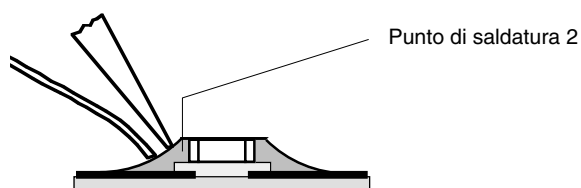

Fig. 5
5. Saldare una superficie di contatto libera e, dopo che questa si è raffreddata, saldare nuovamente la superficie opposta (Fig. 5).